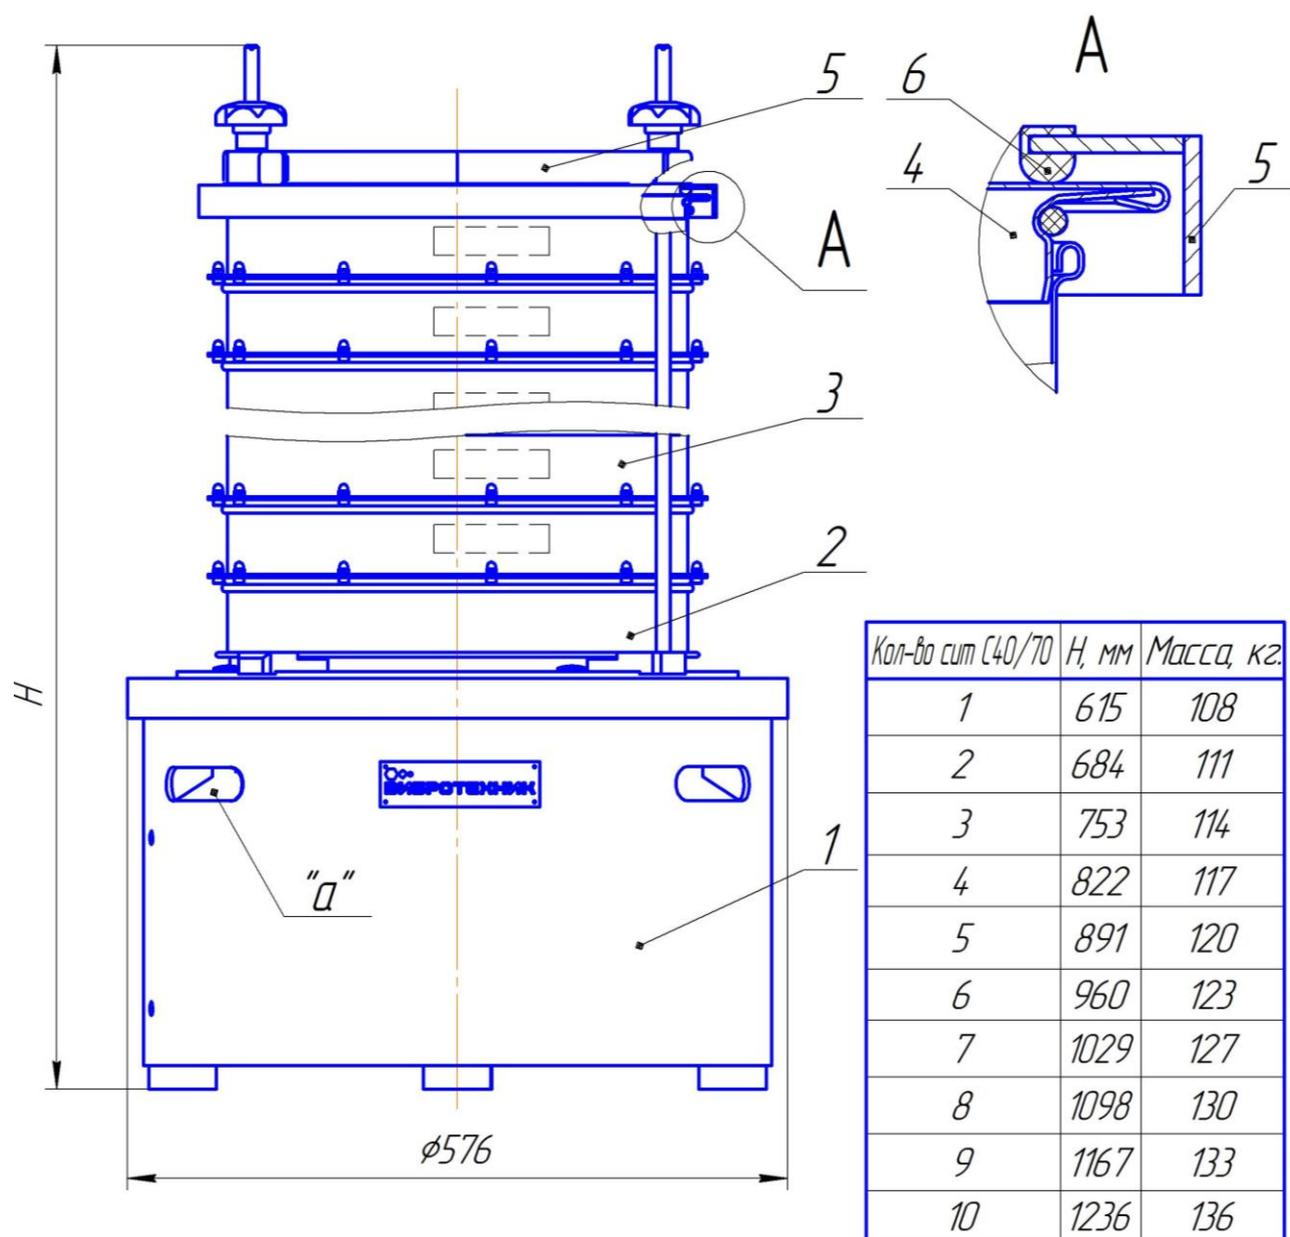

Рис. 1 Общий вид Анализатора ситового А40
Основными составными частями Анализатора (Рис. 1) являются: вибропривод 1 с устройством крепления 5 и просеивающая часть, установленная на платформе вибропривода.
**ЗАПРЕЩАЕТСЯ** перемещать Анализатор, удерживая за плиту вибропривода или другие, не предназначенные для этого элементы конструкции. Для перемещения Анализатора использовать только отверстия "а" в корпусе вибропривода (Рис. 1).